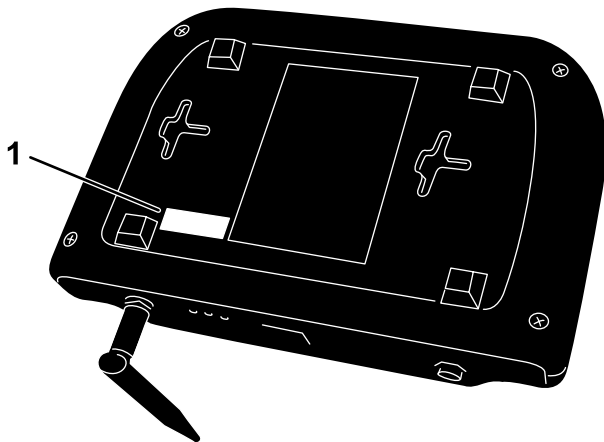

Figure 6
2. Trouvez l'ID de l'appareil sous la station de base et notez-la à l'emplacement prévu dans le présent document (Figure 6).